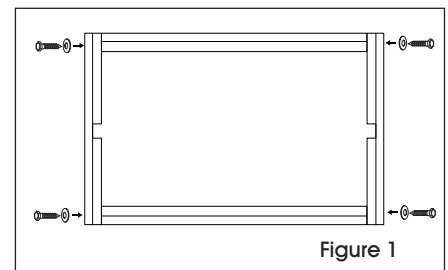
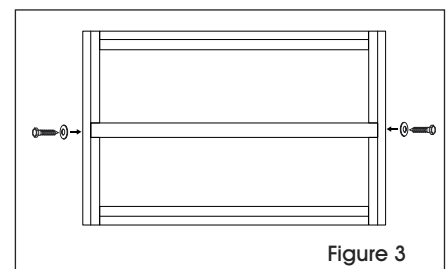

Figure 1
Figure 3
2. Assemblez les deux butées de pneus et les deux ensembles latéraux à l'aide de deux tire-fonds et de deux rondelles. (Voir Figure 1)
3. Placez l'ensemble de la grille verticalement dans la base rectangulaire assemblée à la Figure 1. L'ensemble de la grille doit être positionné avec la partie étendue du montant d'extrémité orientée vers le haut. Fixez le tout avec deux tire-fonds et deux rondelles insérés aux endroits indiqués. (Voir Figure 3)